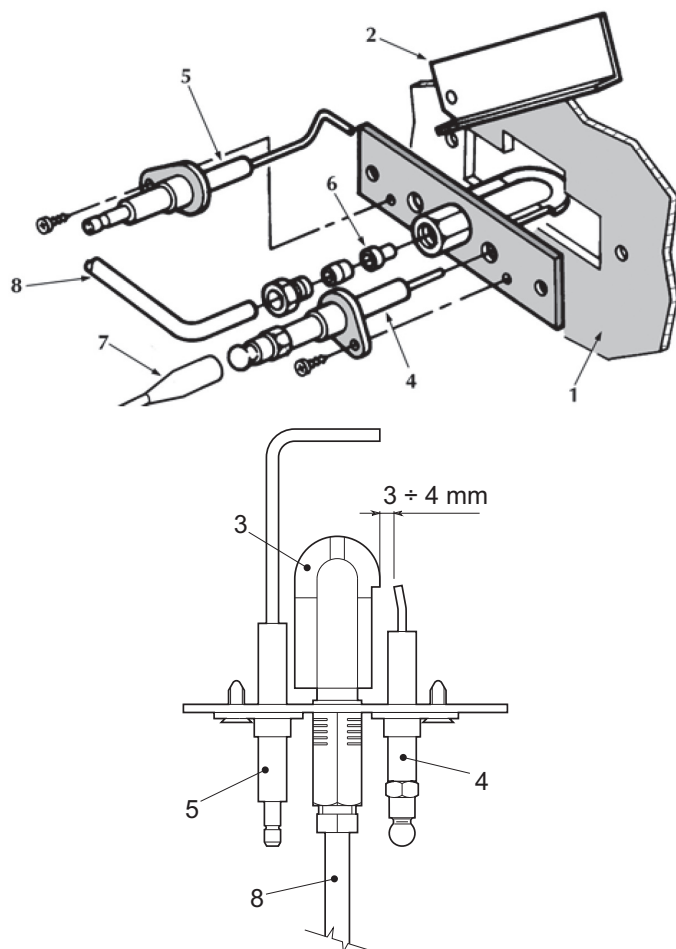

рис. 21 - Пилотная горелка
- Электроды не должны иметь накали и быть правильно установленными (см. рис. 21).